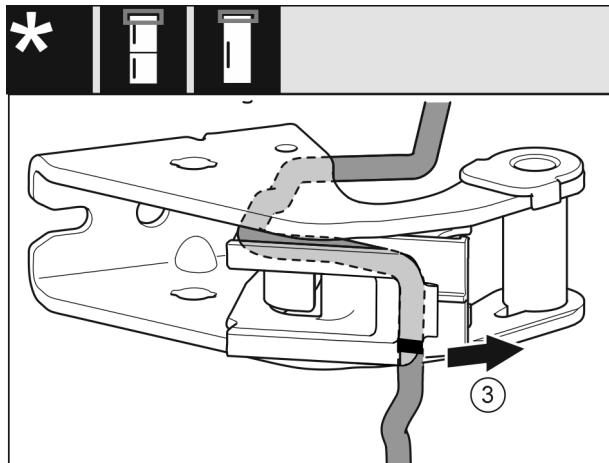

Fig. 18
- Kábel s držiakom kábla demontujte z ložiskovej konzoly. Fig. 18 (3)